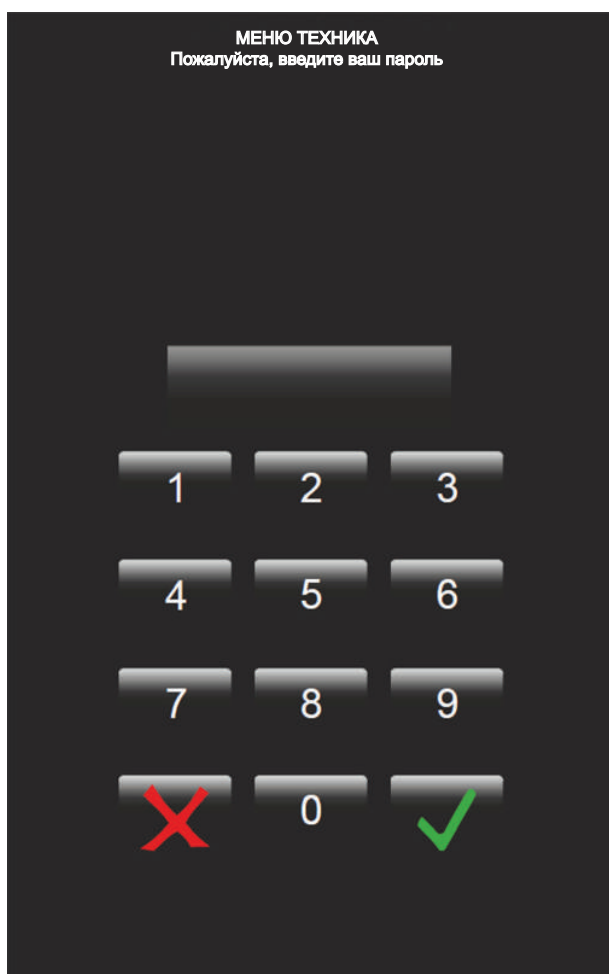

Рисунок 51 - Пароль
**Примечание:** Страница для ввода пароля отображается только тогда, когда пароль был задан (см.рис.51). По умолчанию пароль не установлен.